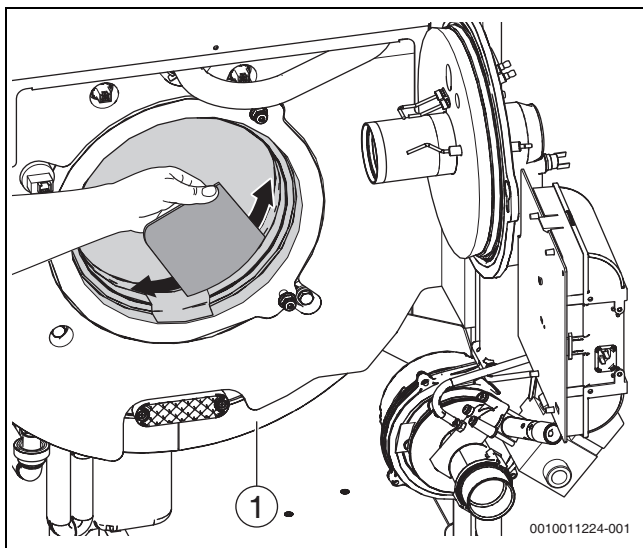
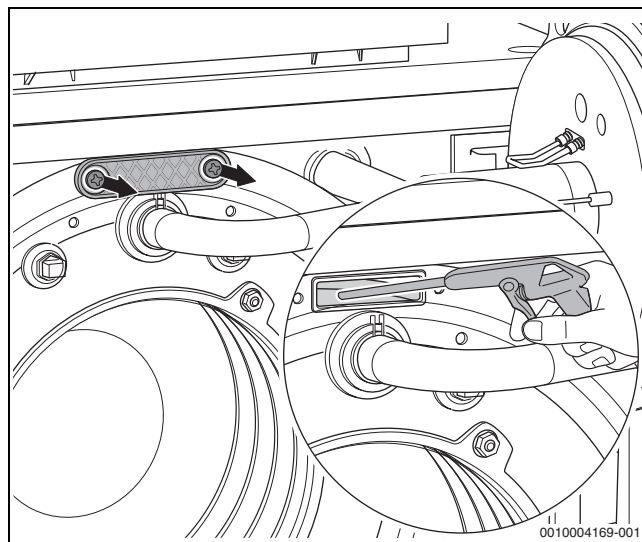

Fig. 70 Nettoyage de la fente du gaz de chauffage à l'aide d'une raclette de nettoyage
Fig. 71 Nettoyer l'échangeur thermique au pistolet
- Retirer la trappe de visite (→ fig. 70, page 41, [1] et fig. 71).
- Rincer à l'eau les particules détachées du foyer et du chemisage (par ex. par pulvérisation) (→ fig. 71).
- Nettoyer la fente du gaz de chauffage à l'aide d'une raclette de nettoyage (→ fig. 70, page 41).